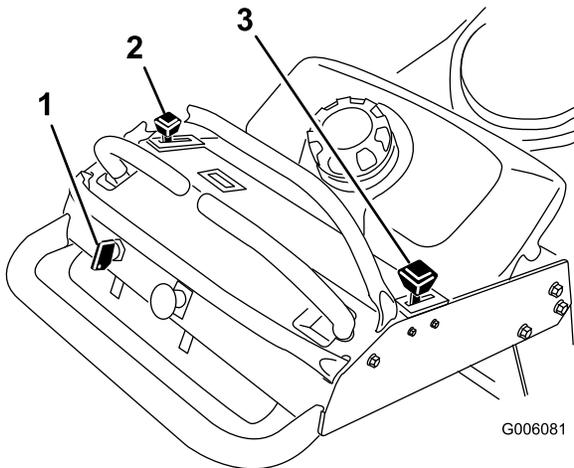

Figura 8
- Mueva el control del acelerador a la posición Rápido y mueva la palanca del estárter a la posición de Conectado antes de arrancar el motor si éste está frío (Figura 8).
- Mueva la palanca del acelerador a lento (Figura 8).